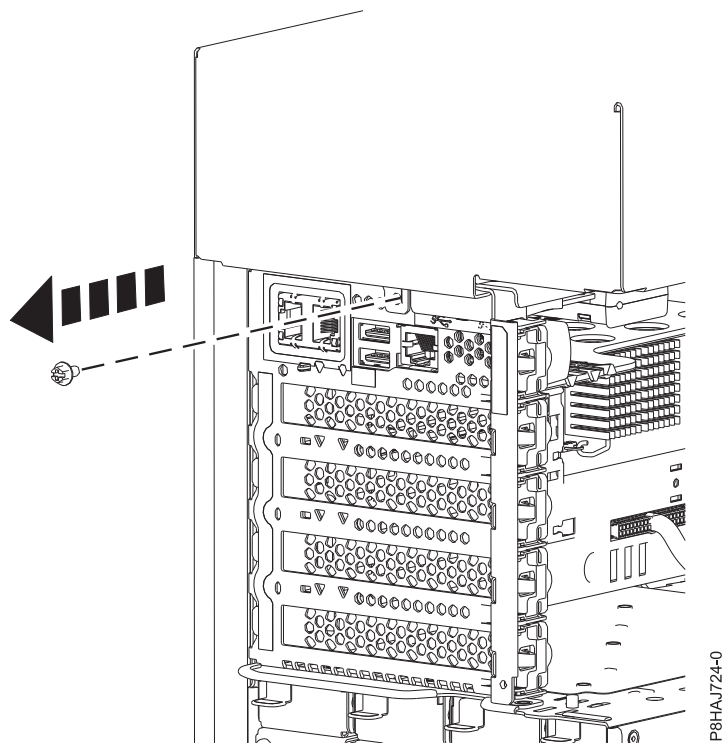

図 60. 8286-41A のサイド・カバーからのねじの取り外し
4. プラスのねじ回しを使用して、サイド・カバー後部ねじを取り外します (図 60 を参照)。